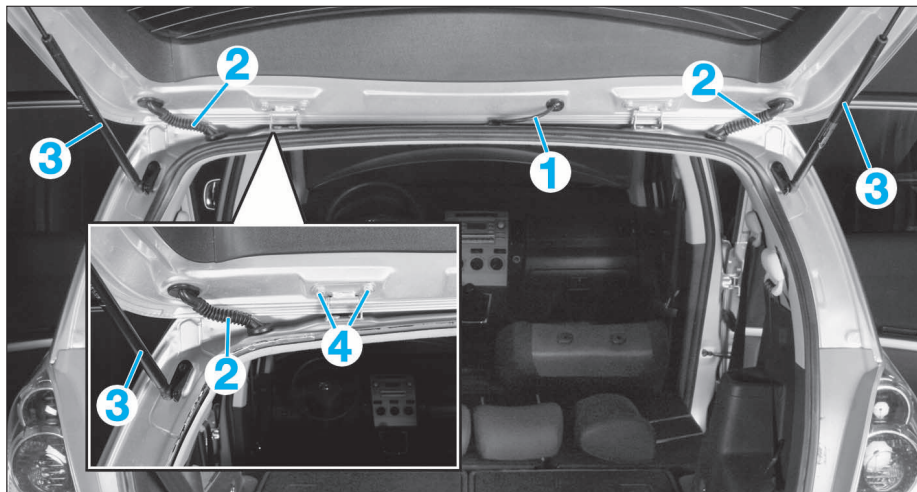

FIG. 49
- Débrancher le tuyau de lave-glace (1).
- Débrancher les différents connecteurs et dégager les faisceaux (2).
- De chaque côté, et à l'aide d'un autre opérateur (fig. 49) :
- déposer chaque équilibreur (3).
- déposer les vis de fixation (4) des charnières.